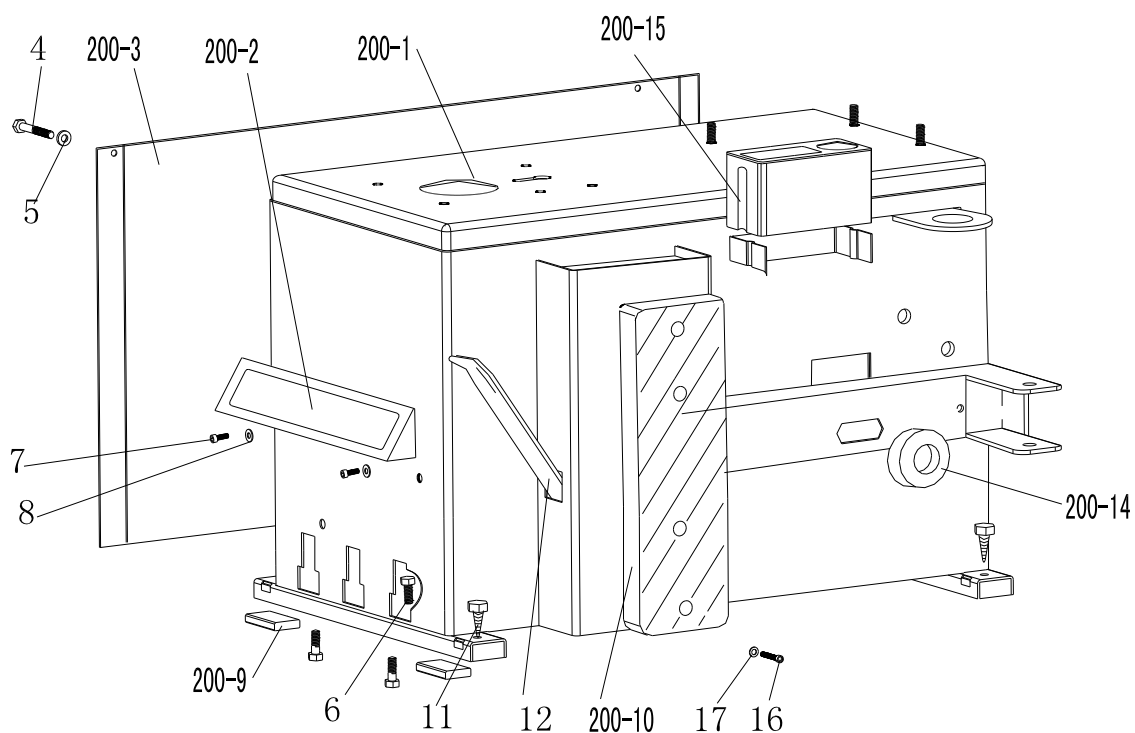

Fig. 13
2. Løsn ventil lyddæmperen (A), der tilhører kæbe fastspændings pedalen og vulstafbryder armen;
3. Rengør lyddæmperne med trykluft. Hvis de er beskadiget, skift dem. (Fig. 13)